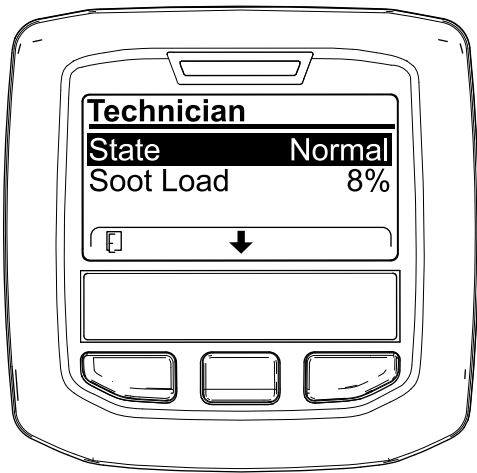

Figura 27
- Utilize a tabela de funcionamento do DPF para compreender o estado atual do funcionamento do DPF (Figura 27).